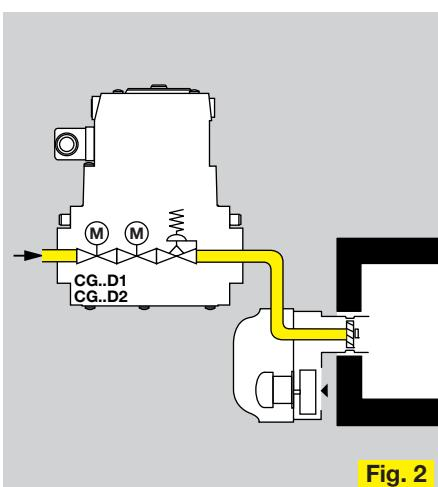

Fig. 2
- Fig. 2 Units, Gebläsebrenner, Brenner mit mechanischer Leistungsverstellung.
- Fig. 2 Units, fan-assisted burners, burners with mechanical capacity adjustment.
- Fig. 2 Unités, brûleurs à air soufflé, brûleurs à réglage mécanique de la puissance.